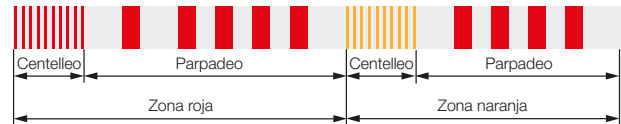

Fig. 8-2: Señalización óptica de varios errores
En el ejemplo de la Fig. 8-2, el error 1 y el error 4 están en la zona roja y el error 4, en la naranja.
- Zona roja en Fig. 8-2
- Zona naranja en Fig. 8-2